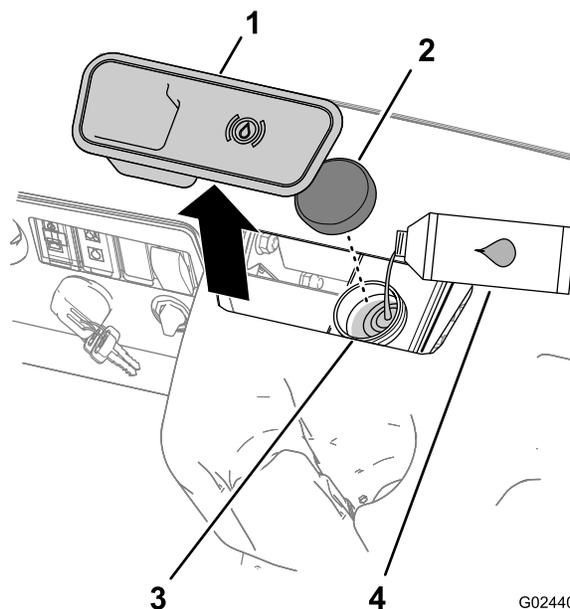

Figure 14
2. Enlevez l'obturateur en caoutchouc au centre et en haut du tableau de bord pour accéder au maître-cylindre et au réservoir (Figure 14).
- A. Nettoyez la surface autour du bouchon du réservoir et enlevez le bouchon (Figure 14).
- C. Remettez le bouchon du réservoir (Figure 14).